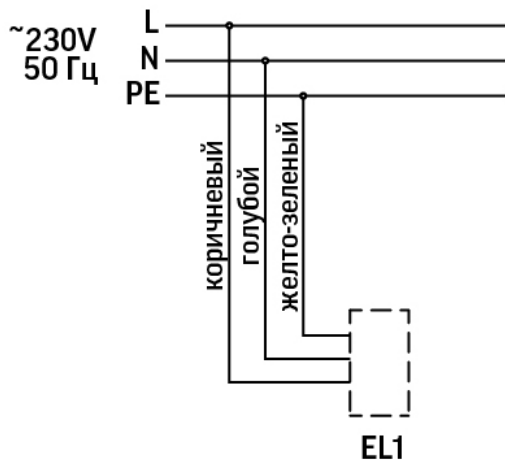

Рис. 1
- Электрическое подключение светильника осуществляется через клеммную колодку, установленную на внутренней поверхности корпуса светильника. Подключите сетевой провод к контактам клеммной колодки светильника строго в соответствии с маркировкой и схемой подключения (Рисунок 1). Сечение проводников кабеля должно быть не более 2,5 мм2. Важно! **ЗАЗЕМЛИТЕ СВЕТИЛЬНИК!**